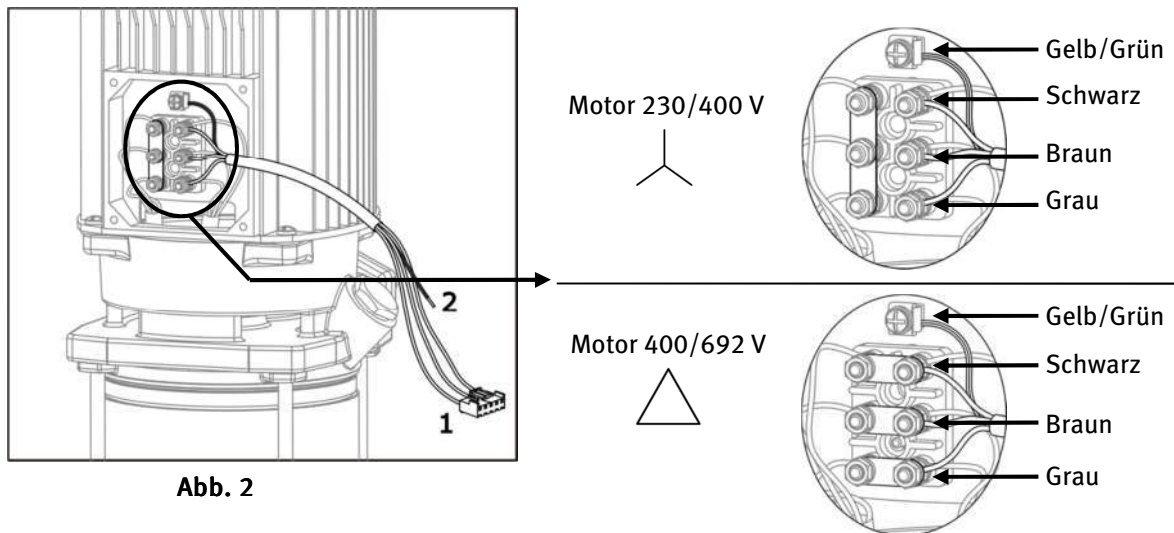

Abb. 2
3.2.2) Speeddrive mit Dreiphaseneingang (Abb. 2):